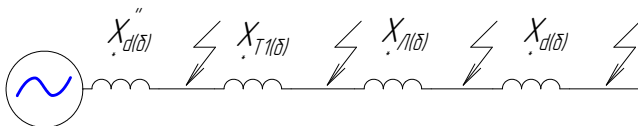

Рис. 2.2. Схема замещения сети
1. Путем последовательных преобразований получают простейшую схему замещения (рис. 2.2).